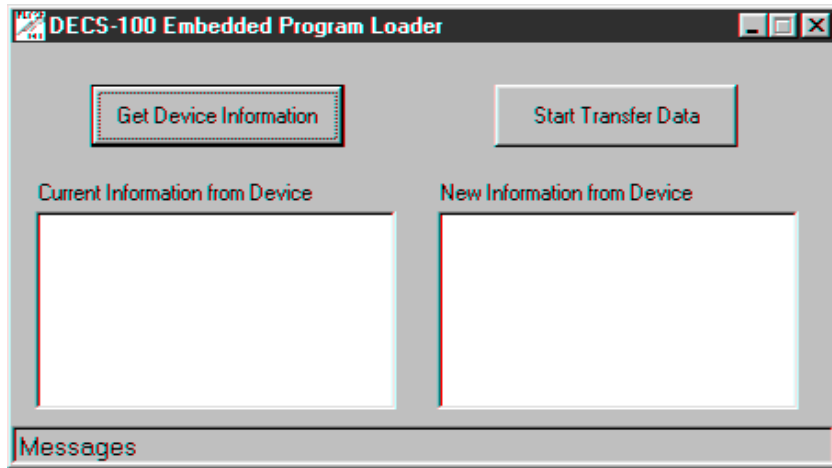

图 5-22. DECS-100 嵌入软件加载程序
- 3.单击 **Yes**，进行下一步，出现通讯初始化界面（如图 5-4）。选择希望激活的 PC 通讯口，单击 **Initialize** 按钮，BESTCOMS 从 DECS-100 获得配置设定值并保存所有设定值。完成保存后，出现如图 5-22 所示的 DECS-100 的嵌入软件加载程序。